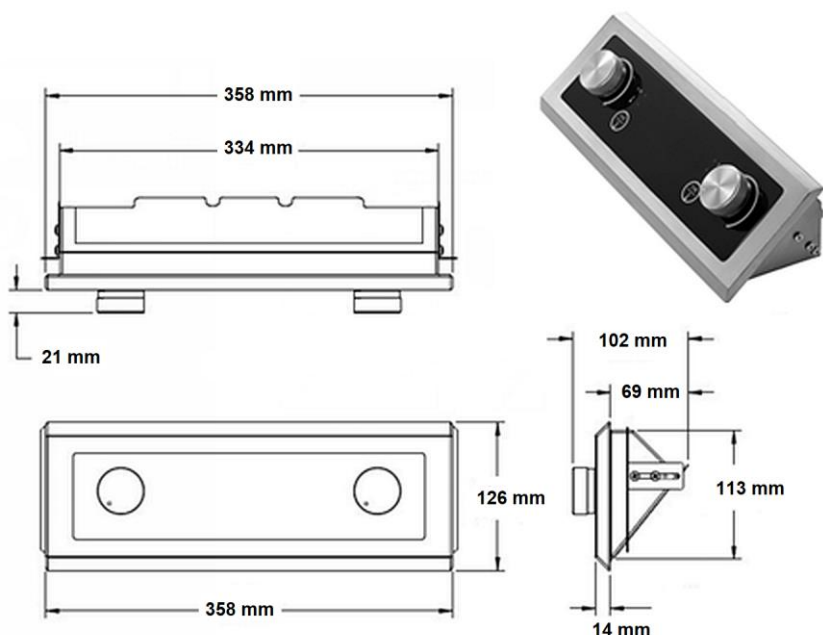

Fig. 3
1. La découpe pour l'unité de commande doit mesurer 348 mm de long et 113 mm de large (fig. 3).